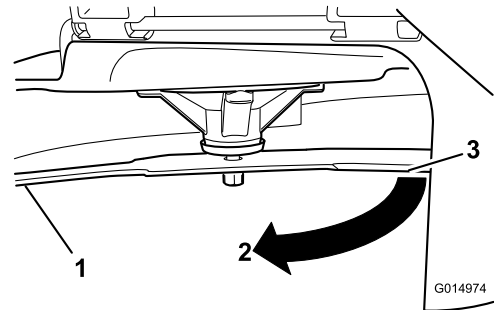

Figure 79
4. Tournez la même lame de 180 degrés pour amener l'autre tranchant à la même position (Figure 79).